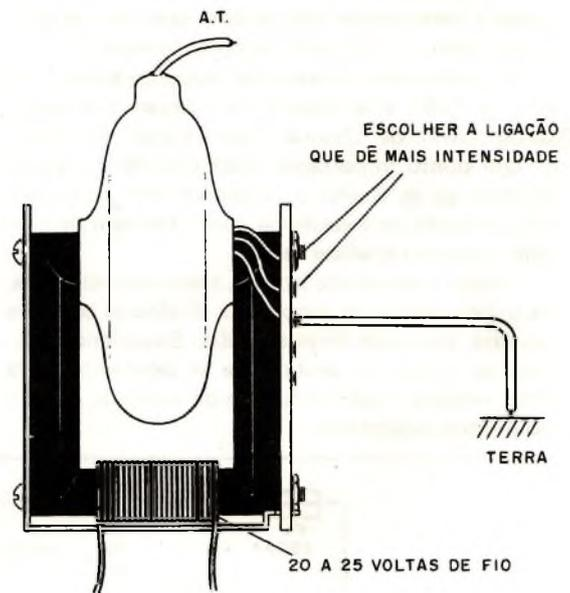

Figura 6
a) Comece preparando o fly-back que pode ser de qualquer tipo para televisores preto-e-branco. Enrole 20 a 25 voltas de fio comum na parte inferior do fly-back, conforme mostra a figura 6.